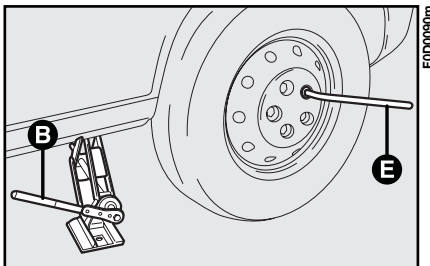

Abb. 6
6) Die 5 Radbolzen mit dem Schlüssel **E**, **Abb. 6** vollkommen losdrehen und das Rad abnehmen.